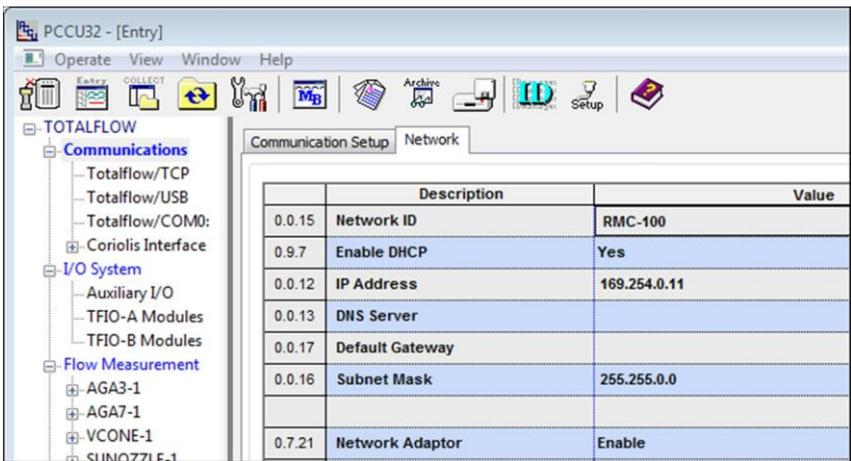

Figura 21: Ajustar comunicación a distancia de Ethernet
- b. Seleccione la pestaña **Red** (Figura 21).